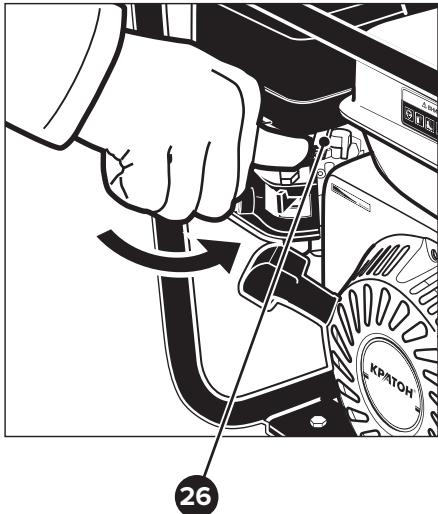

Рисунок 15 — Установка рычага газа в положение «МИН» после запуска двигателя мотопомпы
- Если не требуется высокая производительность мотопомпы, уменьшите частоту вращения двигателя 10, медленно поворачивая рычаг газа 26 к положению «МИН» (см. рис. 15 и 16). Работа мотопомпы в таком режиме позволяет экономить топливо и в некоторой степени продлевает ресурс двигателя.
• После того, как двигатель 10 запустится, медленно установите рычаг газа 26 (см. рис. 15) в крайнее правое положение «**МИН**» соответствующее минимальной частоте вращения двигателя.